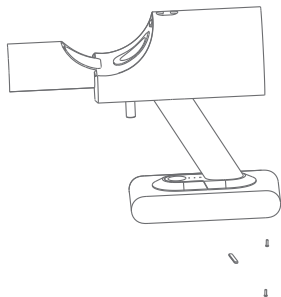

Рис. 1
1. Подденьте силиконовую крышку на основании аккумуляторной батареи с помощью специальной отвертки, а затем открутите 2 винта, как показано на рис. 1.